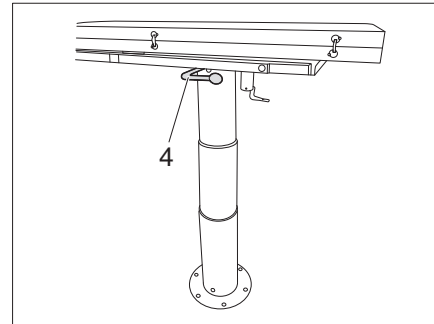

Bild 120 Klapptisch, absenkbar
- Hebel (Bild 120,4) für Tischabsenkung lösen und Tisch nach unten drücken.